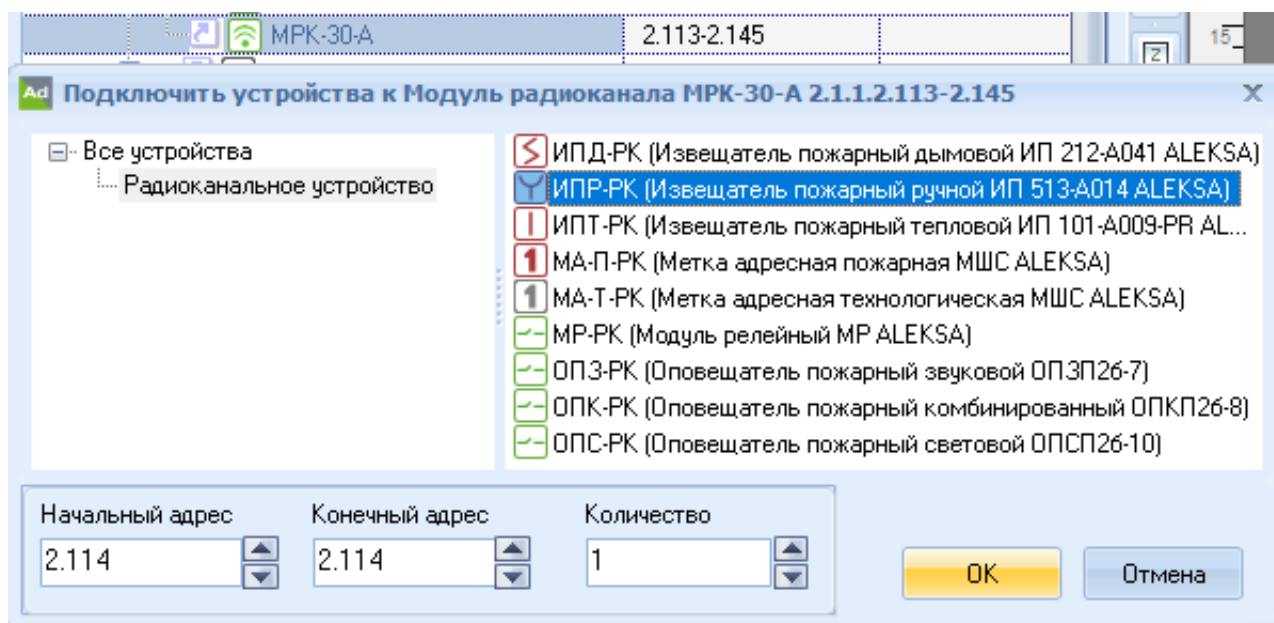

Рисунок 15
6.2.2 Для подключения радиоканальных устройств необходимо выделить МРК-30А в дереве «Устройств», нажатием правой кнопки мыши вызвать контекстное меню и выбрать команду «Подключить». В открывшемся окне отобразятся все поддерживаемые на данный момент устройства серии «ALEKSA». Следует выбрать нужное устройство и нажать кнопку ОК. В этом же окне можно выбрать количество подключаемых устройств и диапазон их адресов (рисунок 15).